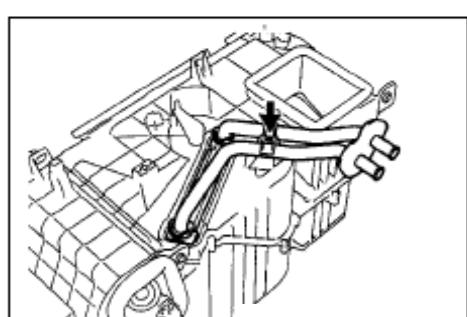

Рис. 447
- (2) Открутите винт, хомут и демонтируйте теплообменник отопителя(рис. 447)